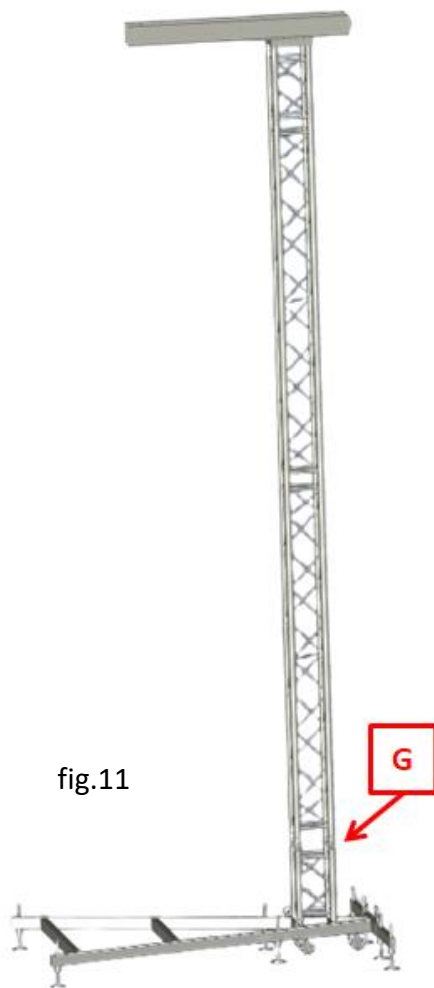

fig.11
a) Relever manuellement l'ensemble du mât (à l'aide d'une guinde) de sorte à pouvoir assembler les 2 dernières charnières (Rep.G), (fig.11). Verrouiller les charnières à l'aide des goupilles de sécurité.